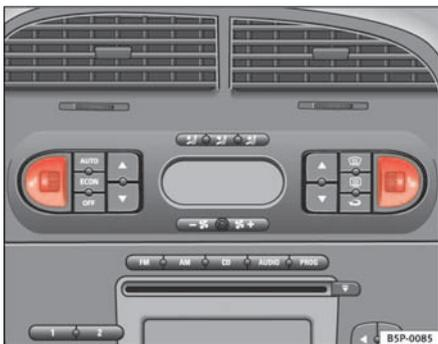

Fig. 94 Molettes des chauffages de sièges avant
- Tournez la molette correspondante ⇒ **fig. 94** pour activer le chauffage de siège. En position initiale **0**, le chauffage de siège est désactivé.